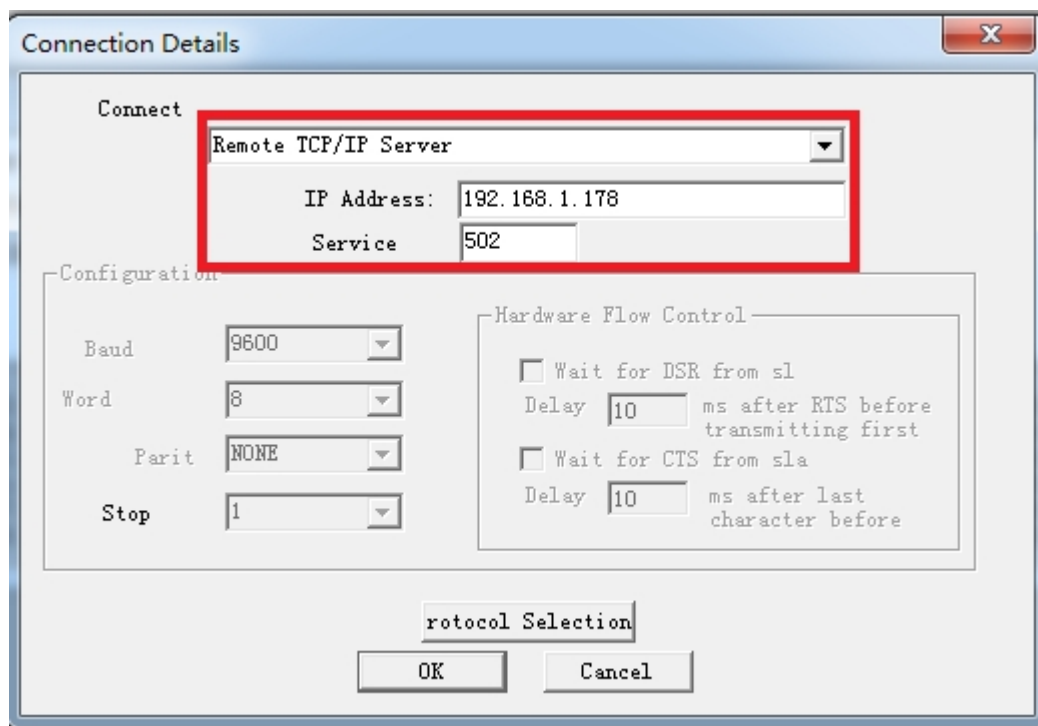

图 1
2. 选择菜单 Connection/Connect, 选择 Remote TCP/IP Server, 输入 TK 6000-DVP 的 IP 地址, Service 端口为 502; 点击[OK]按钮, 如图 1 所示。